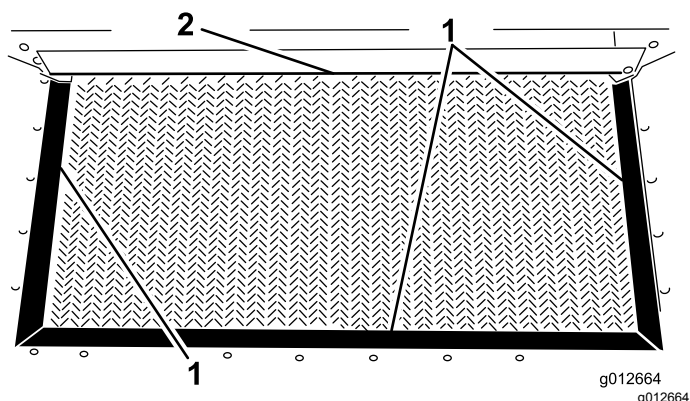

図 27
3. ホッパーのシール部分やゲートのエッジ部分の摩耗具合を点検する 図 27。